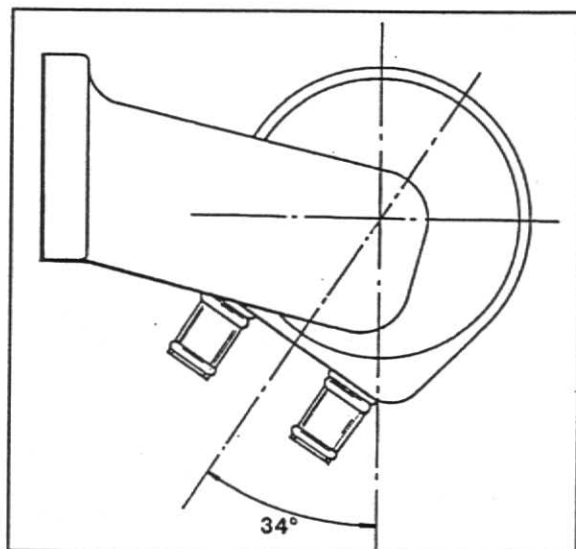

Fig.20
6. Substitua o anel de vedação do intercambiador de calor e lubrifique-o com óleo para motor. Prenda o cabeçote numa morsa e monte o intercambiador de calor e a conexão a um torque de 58 - 63 Nm (5,8 - 6,3 kgfm) (43 - 47 lbf ft). Posicione corretamente o intercambiador de calor, fig.20.